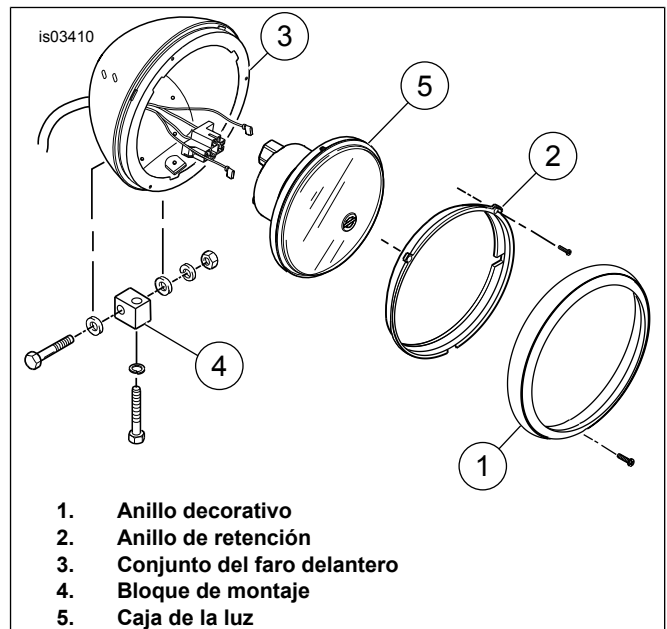

Figura 1. Conjunto del faro delantero
3. Vea Figura 1. Quite el tornillo del anillo decorativo y el anillo decorativo (1).
4. Extraiga los tres tornillos del anillo de retención y el anillo de retención (2) del conjunto del faro delantero (3). Saque la bombilla del conector.
9. Vea Figura 1. Quite el bloque de montaje (4) y los elementos de sujeción del bloque de montaje.